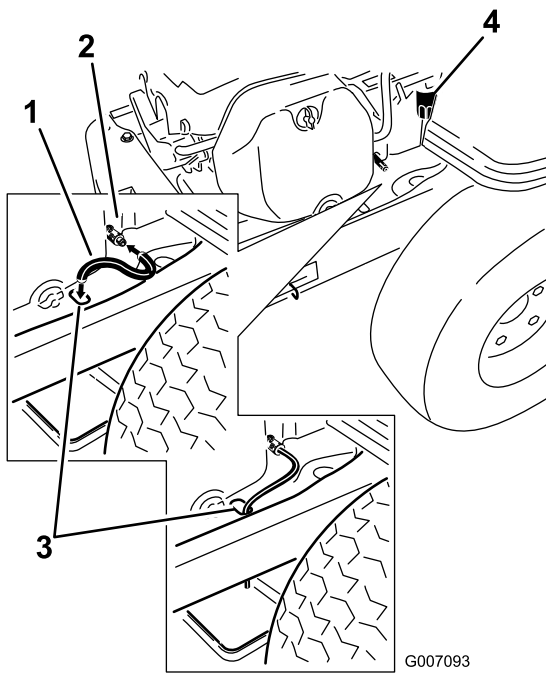

Bild 32
5. Reinigen Sie den Bereich um das Ablassventil und den Maschinenrahmen. Finden Sie den Ölablassschlauch und schieben Sie ihn auf das Ablassventil (Bild 32).
6. Stecken Sie das andere Ende des Ölwanne durch das Ölwanne im Rahmen (Bild 32).